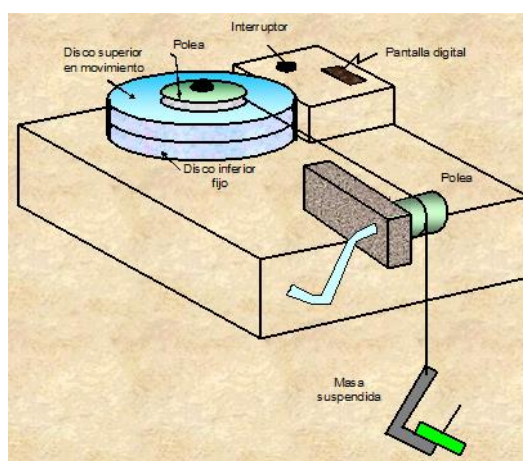

Fig.R.2
El equipo utilizado se indica en la Fig.R.2
1. Realice el montaje del equipo de dinámica rotacional que se indica en la Fig.R.2, de tal manera que se encuentre a una altura aceptable para que la masa que está siendo acelerada pueda caer una distancia máxima. Energice el equipo y active la pantalla del equipo a través del interruptor correspondiente.